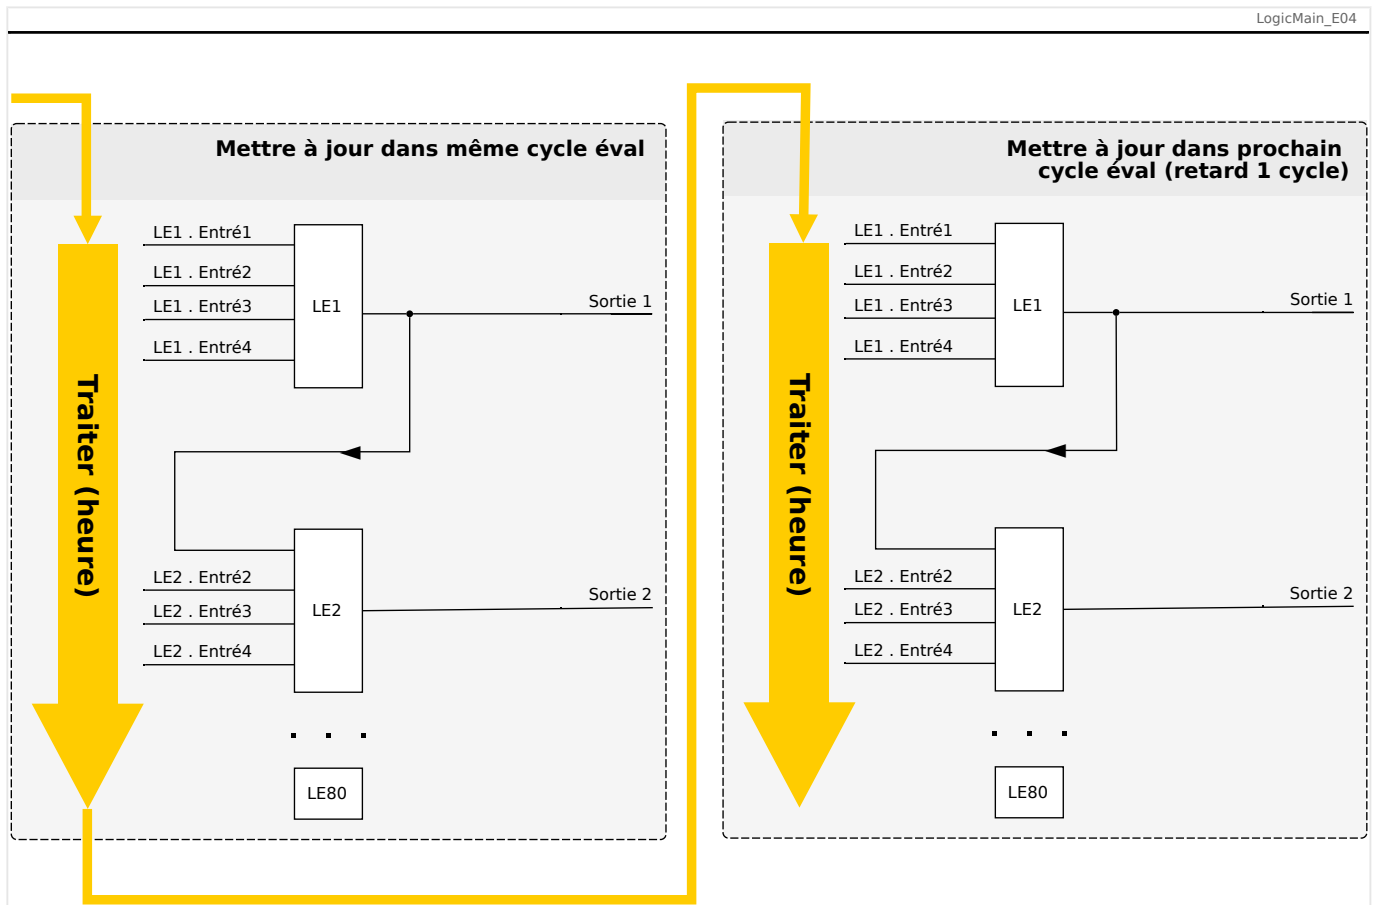
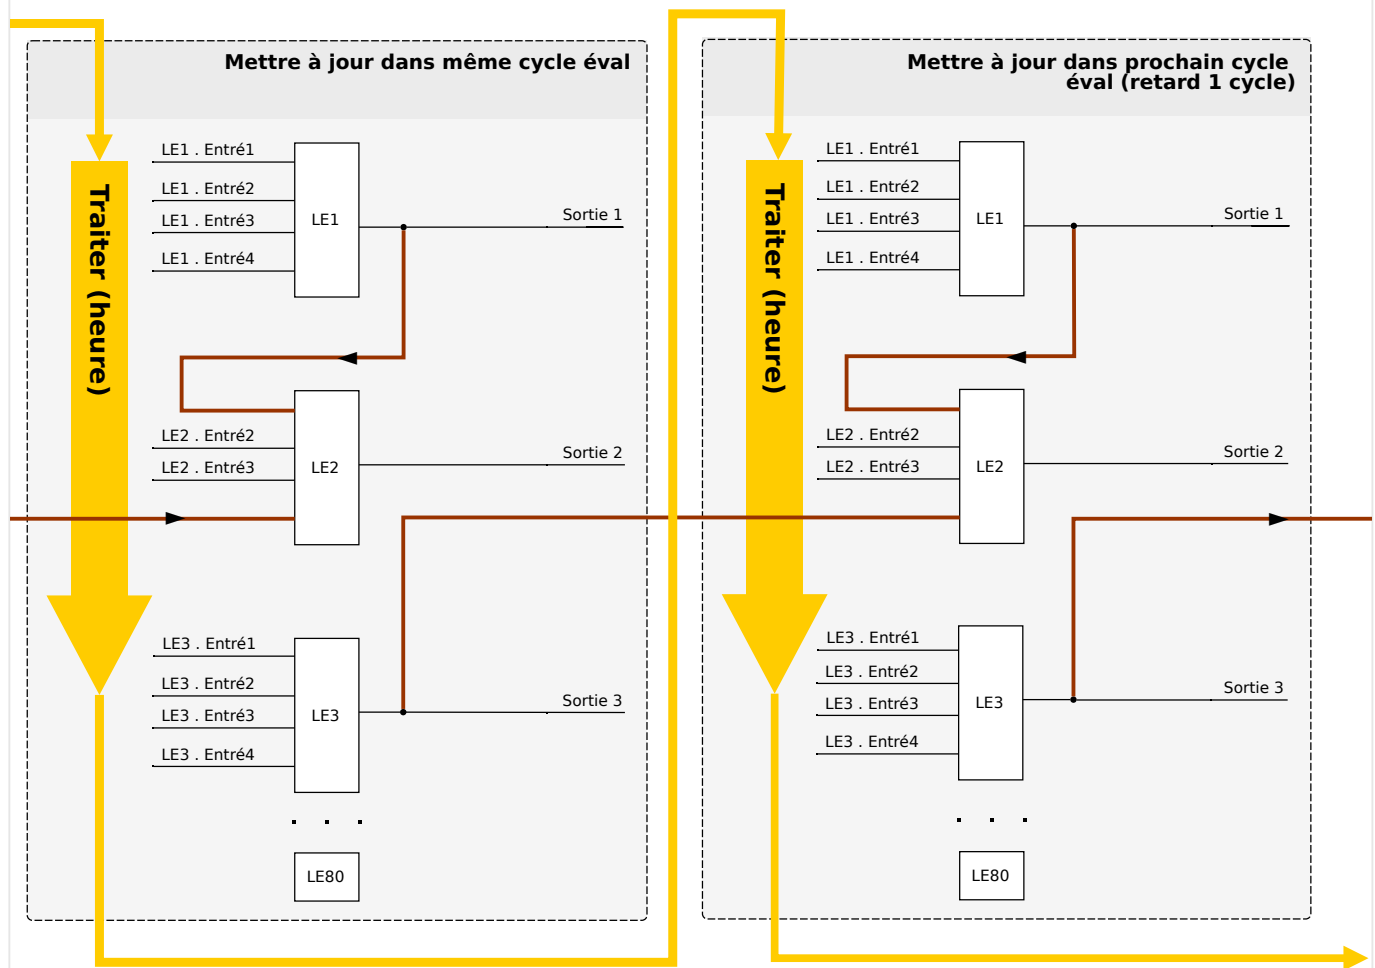

Fig. 105: En cascade ordre croissant.
Fig. 106: En cascade ordre décroissant.
- Dans une séquence **ascendante**, certaines sorties sont injectées en entrée dans une équation logique portant un numéro **plus élevé**. Par exemple, le schéma  Fig. 105 ci-dessous indique que le résultat de l'équation logique LE1 est utilisé en tant qu'entrée de l'équation logique LE2.
- Dans une séquence **descendante**, certaines sorties sont injectées en entrée dans une équation logique portant un numéro **plus bas**. Par exemple, le schéma  Fig. 106 indique que le résultat de l'équation logique LE3 est utilisé en tant qu'entrée de l'équation logique LE2.
Les séquences ascendantes et descendantes peuvent être utilisées et combinées les unes avec les autres, sans différence immédiate. Toutefois, en raison de l'évaluation de toutes les équations par ordre ascendant, les valeurs de temps de fonctionnement réelles qui sont injectées en entrée d'une équation auront un « âge » différent, comme on peut le voir dans  Fig. 105 et  Fig. 106 ci-dessous.
Dans l'exemple présenté dans  Fig. 106 ci-dessus, l'équation logique « 2 » utilise les états de sortie de deux autres équations, les équations logiques « 1 » et « 3 ». Le résultat de l'équation logique « 1 » est utilisé dans l'ordre ascendant. Il a par conséquent été évalué au cours du même cycle de traitement. Le résultat de l'équation logique « 3 » est utilisé dans l'ordre descendant. Il a par conséquent été évalué au cours du cycle de traitement précédent.